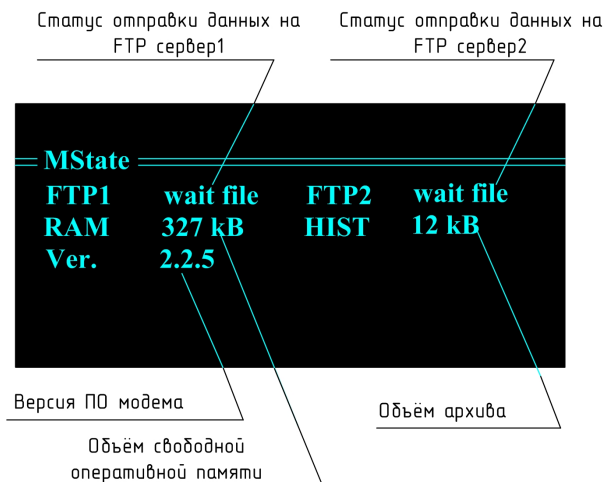

Рисунок 2.24 – Окно диагностики состояния модема
2.6.5 Определение состояния передачи данных модемом осуществляется через окно «MState» диагностического меню (рисунок 2.24). Поля «FTP1» и «FTP2» служат для контроля передачи данных на ftp-сервер. Возможные значения полей приведены в таблице 2.2.